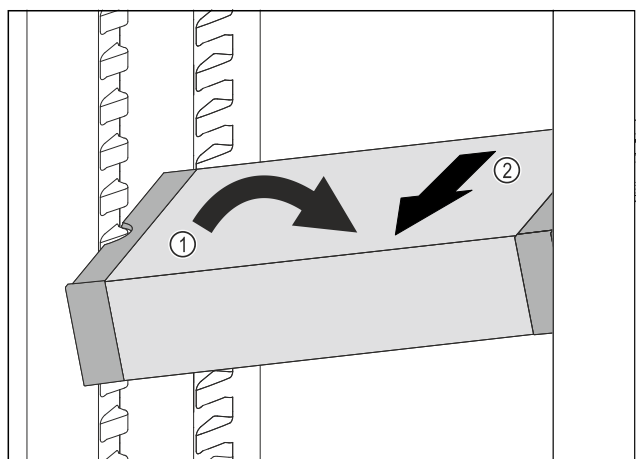

Fig. 117
- ▶ Встановити VarioSafe під кутом в охолоджувальному відділенні. Fig. 117 (1)
- ▶ Витягнути VarioSafe вперед. Fig. 117 (2)